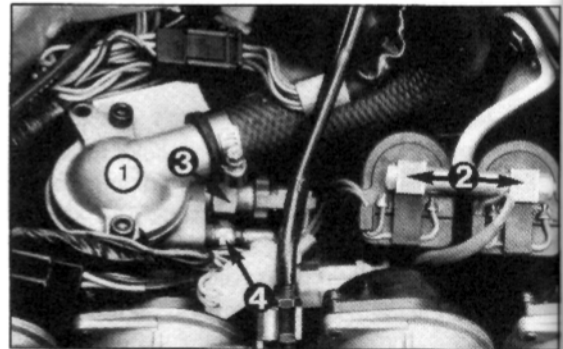

Bild 170
-  Pumpengehäuse hat an Gehäuse-Unterseite eine Kontrollbohrung (Bild 170, Nr. 3), an
-  O-Ring aussen am Pumpengehäuse und zwischen Gehäusehälften (Bild 170, Nr. 1 und 2) auf Brüchigkeit oder Beschädigung untersuchen.
- O-Ring in Gehäusedeckel-Nut einsetzen und Deckel aufsetzen. Befestigungsschrauben eindrehen, Anzugsmoment 10 Nm. Siehe Bild 170.